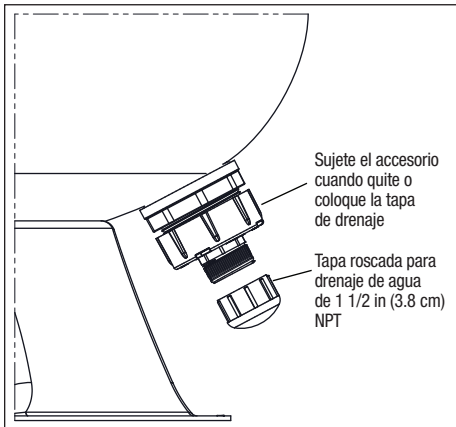

Figura 7. Tapa de drenaje de agua
13. Conecte los tubos con las uniones suministradas con el filtro. *No use cinta de Teflon® ni sellador para tubos en ninguna unión. Ensamble las uniones secas y apriete con la mano (consulte la Figura 7).*
14. Cualquier tubería con una válvula esférica que se conecte al drenaje de agua en la parte inferior del tanque de filtro debe poder extraerse para facilitar la eliminación adicional de los componentes de drenaje y dejar espacio para enjuagar la arena del filtro. Consulte la Figura 7 para conocer la ubicación de la tapa de drenaje de agua.